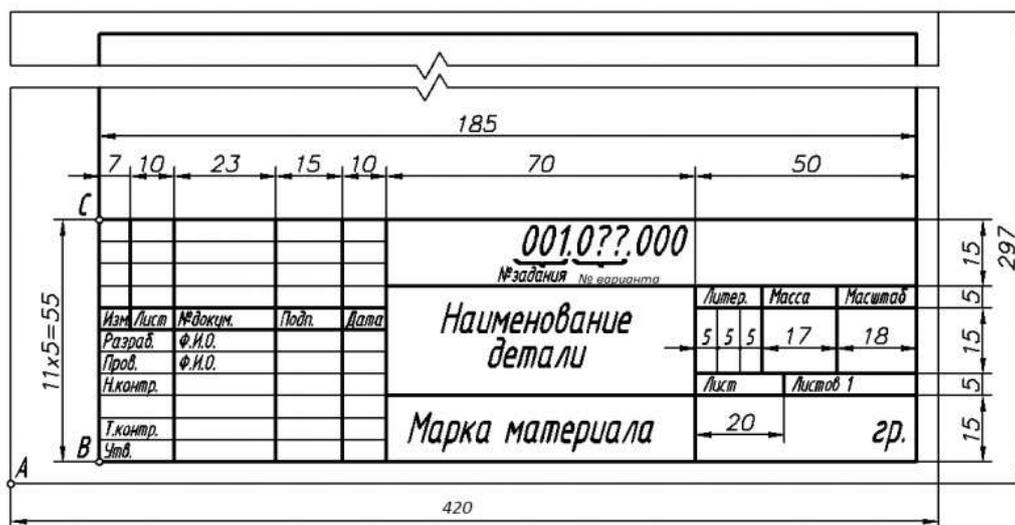

Рис. 45. Основная надпись по ГОСТ 2.104-2006
2. Сделать текущим слой контур тонкий. Построить внешнюю рамку формата с размерами 420×297 (рис. 45). Способ указания координат выбрать самостоятельно. Удобно строить с помощью команды прямоугольник, построив первую точку с координатами 0, 0 и вторую с координатами 420, 297.
5.1. Построить первую вертикальную линию основной надписи, смещенную относительно базовой точки *C* (см. рис. 45) на 7 мм.
5.2. С помощью команды *Копировать* или *Подобие* построить все остальные вертикальные линии (см. рис. 45).